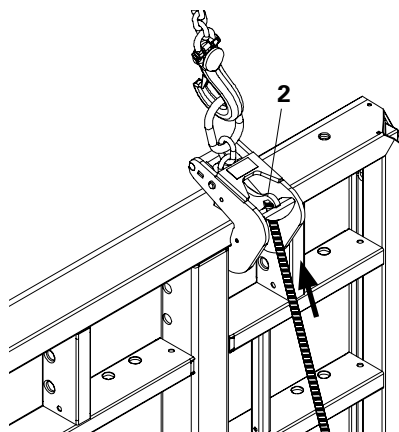
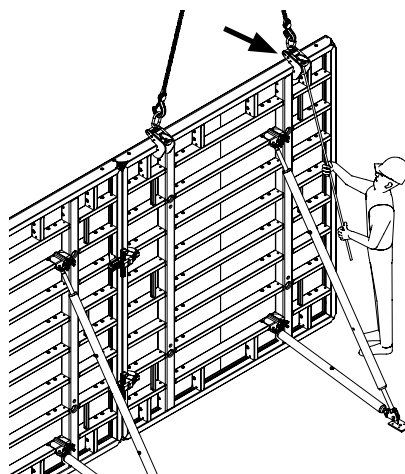

Fig. 7
Fig. 8
1. Placer en poussant le mors de serrage (2) en position extrême, à la main ou à l'aide d'une barre de serrage, et extraire le crochet de levage vers l'arrière. (Fig. 7 + Fig. 8)